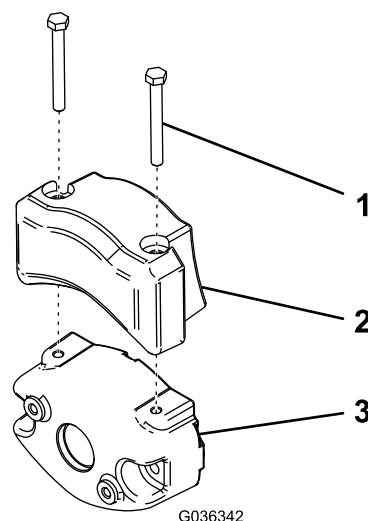

Figure 4
4. Fixez le contrepoids électriques au contrepoids existant à l'aide de 2 vis, comme montré à la 2Figure 4.